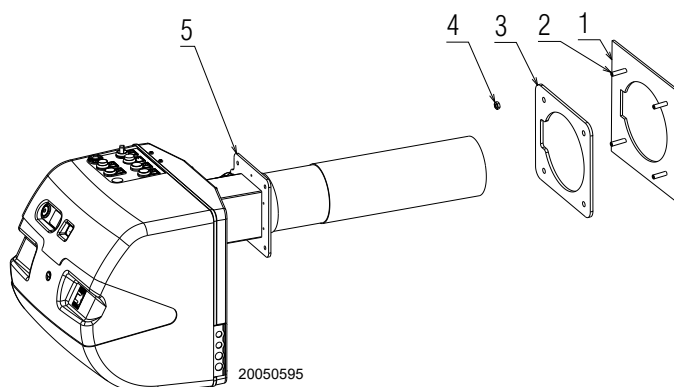

Fig. 20
- Attenzione: utilizzare un sigillante idoneo e verificare la tenuta gas (Fig. 20).